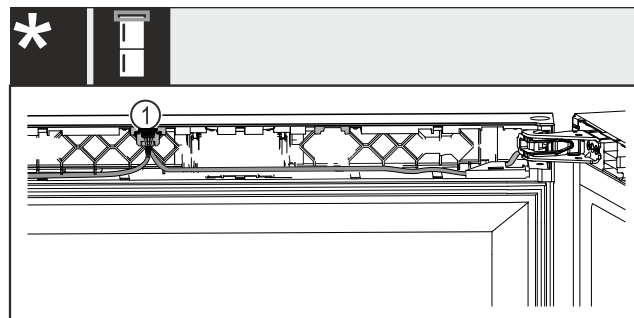

Fig. 46 Pro kombinovanou chladničku na víno s mrazničkou*
- Zástrčku Fig. 46 (1) zaklapněte do vedení.*